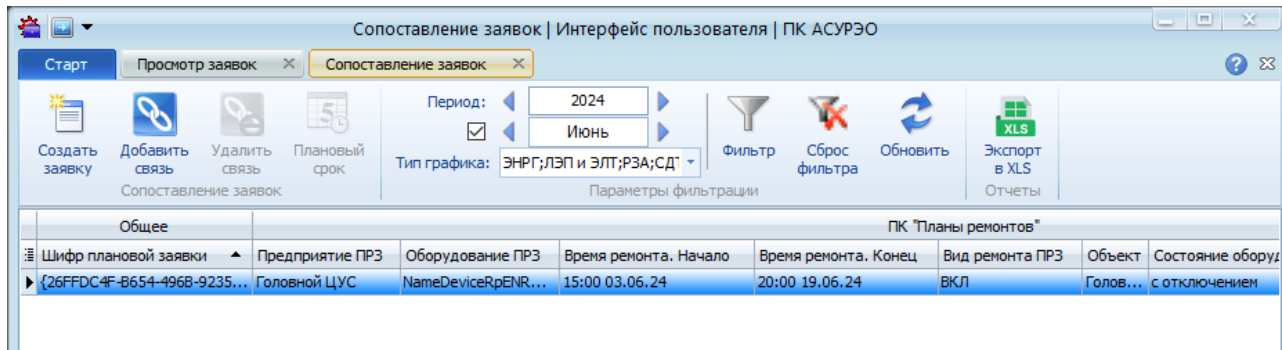

Рисунок 14.1 – Режим «Сопоставление заявок»
- из режима «Сопоставление заявок» (Рисунок 14.1) (см. раздел «14.2 Создание диспетчерской заявки на основании плановой ремонтной»).
Список заявок на форме «Сопоставление заявок» представлен в табличном виде (Рисунок 14.1). Таблица сопоставления заявок состоит из трех областей (Общее, ПК «Планы ремонтов», ПК «Заявки»), содержащих столбцы, описанные в таблице 30.